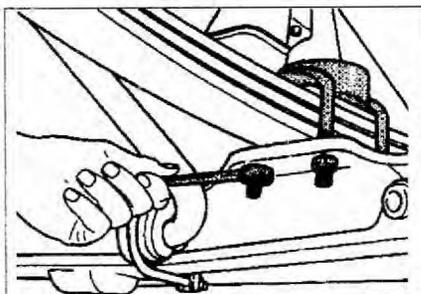

Рис. 5.8. Открутите гайки крепления стремянок. Опустите переднюю балку, снимите стремянки и плиту.
3. Открутите гайки крепления стремянок. Опустите переднюю балку, снимите стремянки и плиту (рис. 5.8).